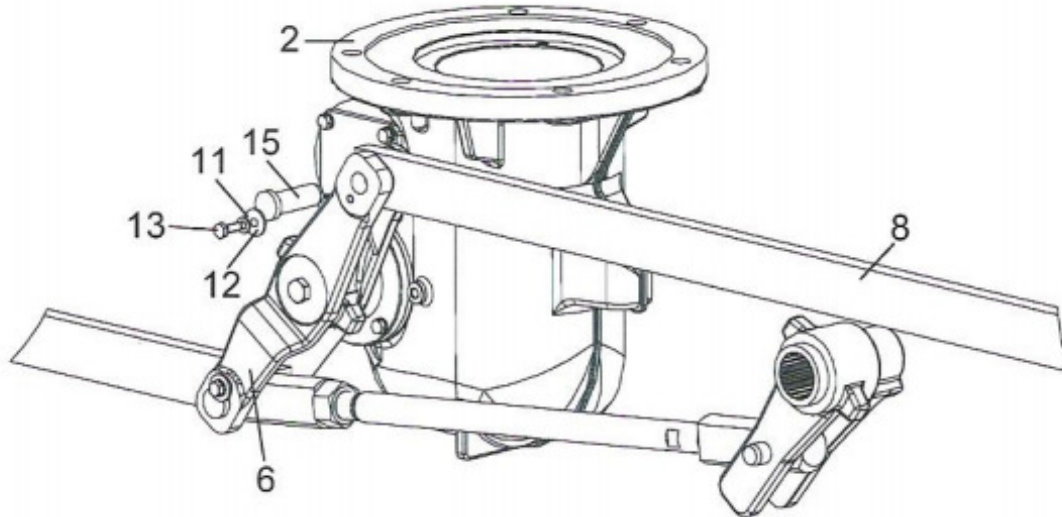
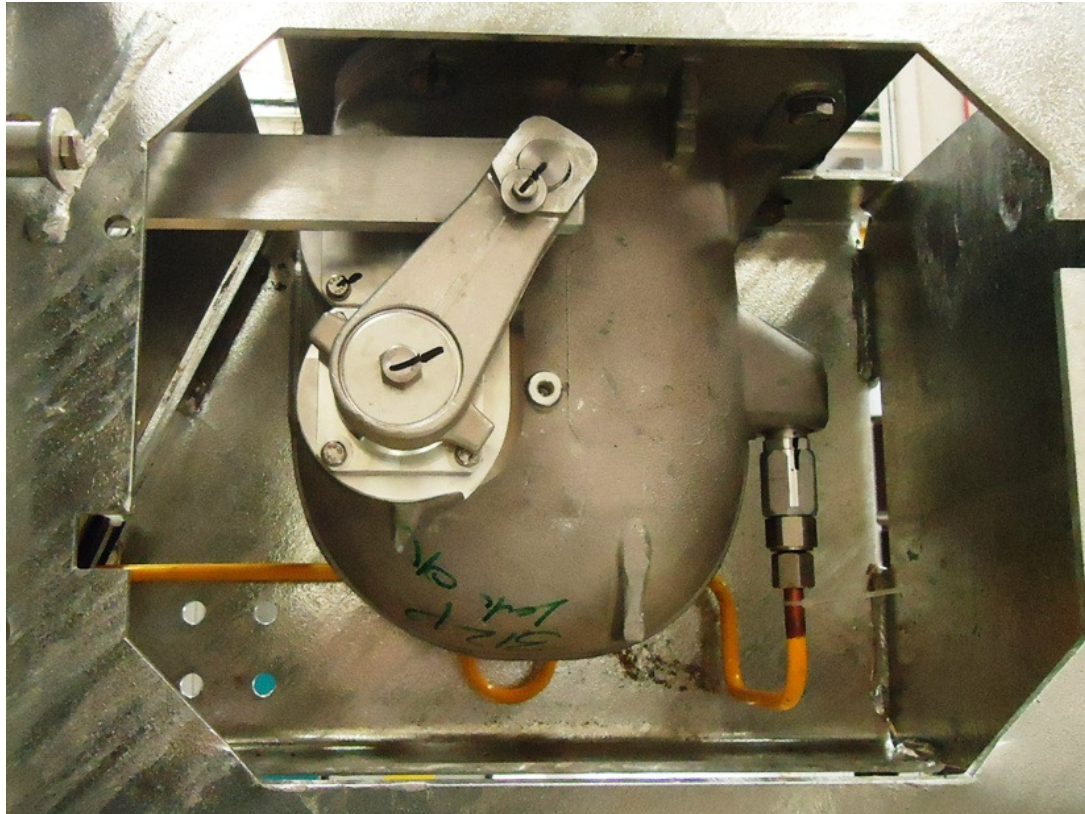

Fig. 6
Fig. 13
Na figura 11 vemos a haste (8) conectada a alavanca (7) e os parafusos apertados com torque conforme procedimento descrito abaixo da fig. 6 desse guia.
O polo C deve ser deslocado para alinhar a furação e, em seguida colocado o pino de acoplamento flangeado. Deve ser seguido o procedimento indicado logo após a fig. 6. Na fig. 13 a conexão já foi efetuada e torquada.